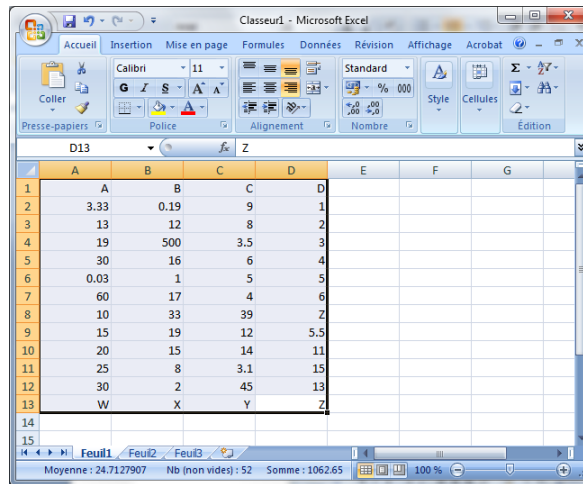

Figure C.33 : Sélection de données depuis un tableur MS Excel
1. Sous Excel, sélectionner l'ensemble des valeurs que vous souhaitez importer dans le logiciel Foxta (cf Figure C.33) ;